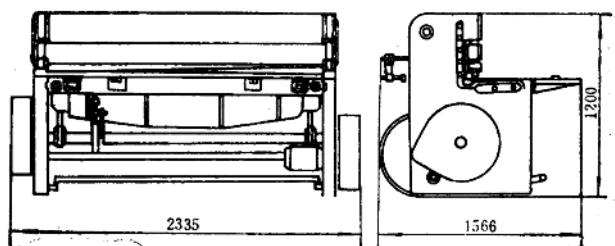

图 1.1-1 龙门式斜口剪床
(1) 龙门式斜口剪床 如图1.1-1所示，它主要用于剪切直线。由于它操作简单，进料容易，剪切速度快，剪切变形小，断口精度较高，所以在板料剪切中应用最广。